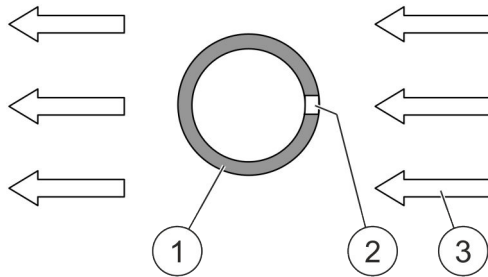

Abb. 32: Ansaugrohr und Luftstrom
2. ➔ Ansaugrohr (Abb. 32/1) mit den Ansaugbohrungen (Abb. 32/2) so ausrichten, dass die Ansaugbohrungen gegen den Luftstrom (Abb. 32/3), z. B. von Klimageräten oder Lüftern, gerichtet sind.